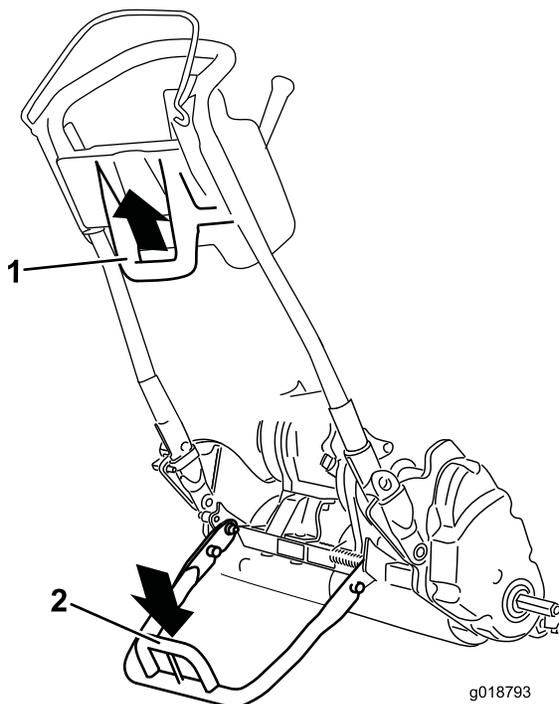

Figura 22
- Para utilizar o apoio para instalar as rodas de transporte, baixe o apoio para o solo e desça para o aro do apoio enquanto puxa e desloca para trás a pega central (Figura 22).